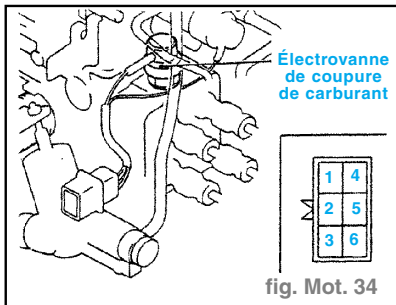

fig. Mot. 34
- Mesurer la résistance entre les bornes 1 et 5 de l'électrovanne de coupure de carburant. (fig. Mot. 34)